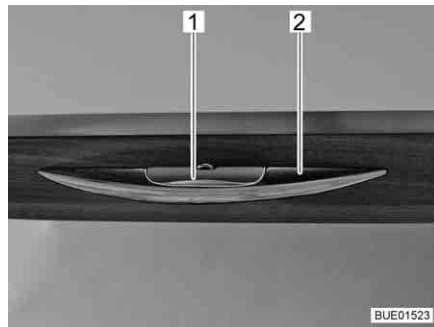
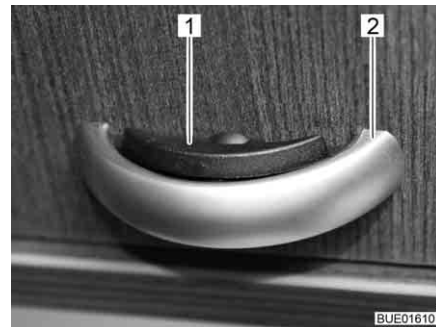

Fig. 71 Poignée avec barre de déverrouillage
Fig. 72 Poignée avec barre de déverrouillage (alternative)
- Enfoncer la barre de déverrouillage (Fig. 71,1 ou Fig. 72,1) et la maintenir enfoncée.
- Tirer sur la poignée (Fig. 71,2 ou Fig. 72,2) jusqu'à ce que l'abattant de placard s'ouvre.